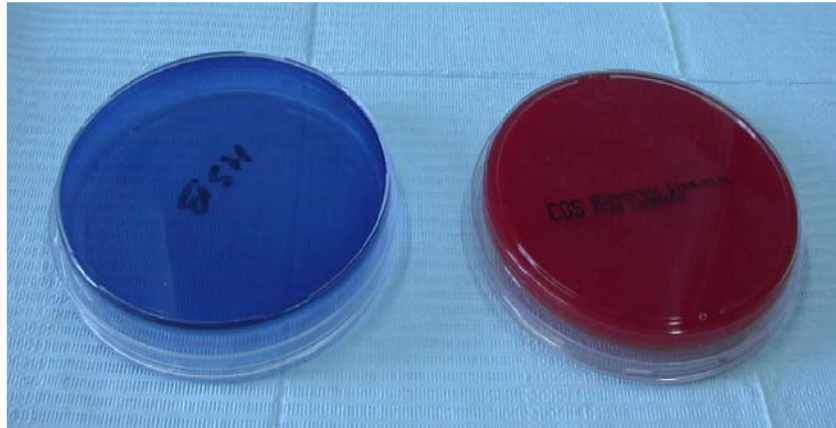

Figura 10. Placas de Petri.
**Placa de Petri.** Envase redondo que consta de dos partes, una superior que actúa de tapadera y una inferior que contiene el medio de cultivo. Las placas deben estar siempre cerradas, con la tapa debajo y el medio de cultivo arriba para evitar contaminaciones y que el vapor de condensación caiga sobre este último. Pueden ser de plástico o de vidrio (Figura 10).